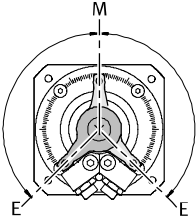

Fig. 15
5. Registrare preferibilmente angoli simmetrici rispetto alla linea mediana M del DSM (Fig. 15). Una regolazione simmetrica dell'angolo assicura una maggiore omogeneità tra le oscillazioni nei due sensi.